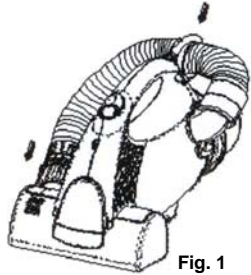

Fig. 1
1. Insertar el conector de la manguera para escobilla de polvo en la salida de la cámara de la escobilla motorizada. Asegurar la manguera en el soporte para manguera. (Fig. 1)